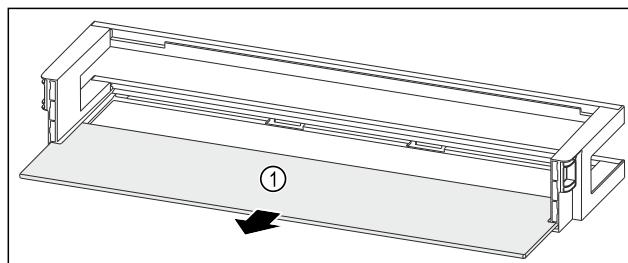

Fig. 87 Polica u vratima s policom za odlaganje
- Izvadite policu Fig. 87 (1).